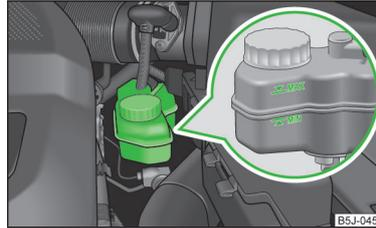

Abb. 130
- Ist der Flüssigkeitsstand unter die MIN-Markierung abgesunken » **Abb. 130 auf Seite 150**, 🚫 nicht weiterfahren - es besteht Unfallgefahr! Die Hilfe eines Fachbetriebs in Anspruch nehmen.
Der Vorratsbehälter für Bremsflüssigkeit befindet sich im Motorraum » **Abb. 130**.
- Den Bremsflüssigkeitsstand am Behälter prüfen » **Abb. 130**.